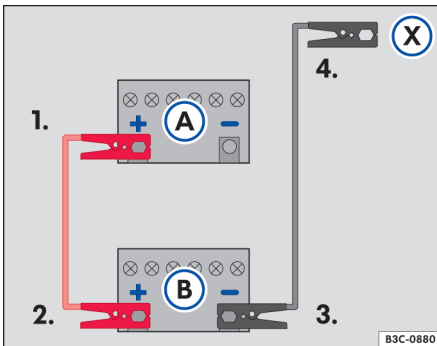

图 147 跨接电缆连接示意图
在→图 147 中，(A) 表示亏电蓄电池，(B) 表示供电蓄电池。